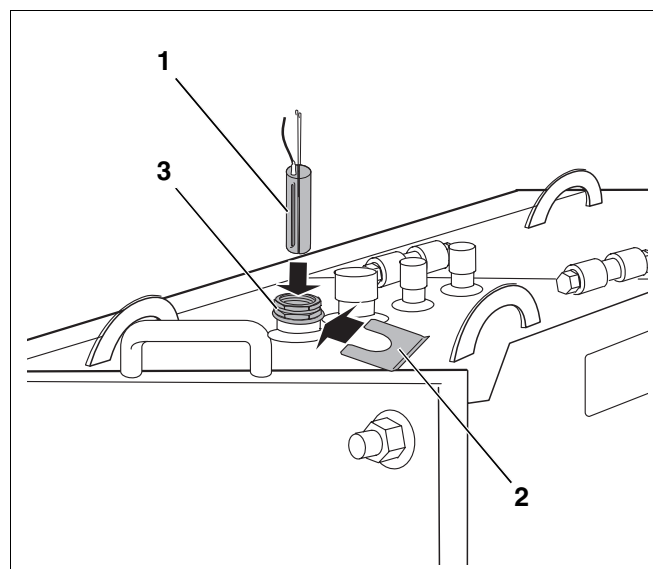

Abb. 20 Position des WTK-Fühlers FK
- Den **WTK-Fühler FK** (FKY 60, ca. 20 mm lang, 9 mm mit 2 m schwarzer Silikonleitung Abb. 20, **Pos. 1**) in die bereits eingedichtete Tauchhülse im WTK (Abb. 20, **Pos. 3**) einschieben.
- Den Fühler mit der Fühlersicherung (Abb. 20, **Pos. 2**) fixieren.